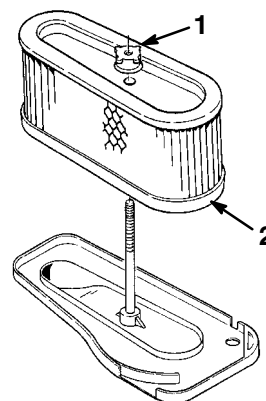

Abbildung 31
5. Die Gummimutter losschrauben und den Papiereinsatz herausnehmen (Abb. 31).
2. Den Luftfilter auf die lange Stange schieben. Die Gummimutter mit der Hand am Luftfilter festziehen (Abb. 31).